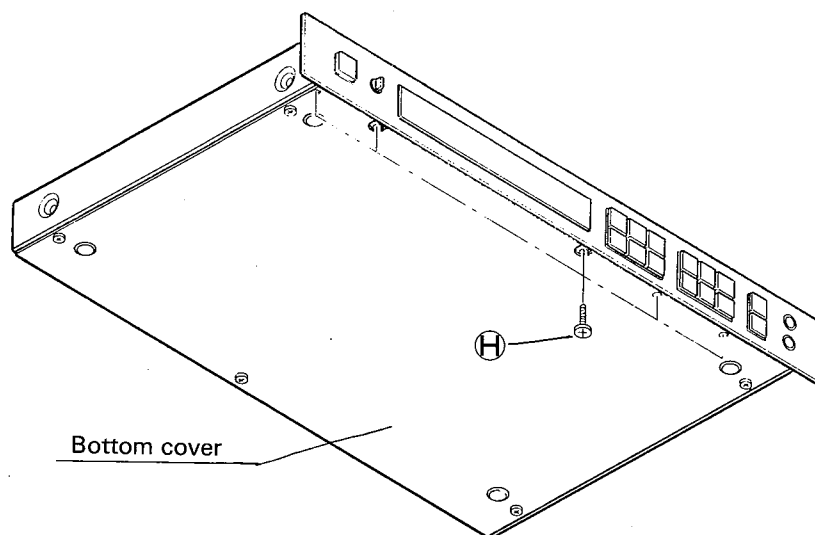

Fig. 4
(Refer to Fig. 4)
- 本体底部の前縁にあるネジ⑤ (3×8 バインド小ネジ) 5本を外しフロントパネルを取外します。(Fig.4 参照)